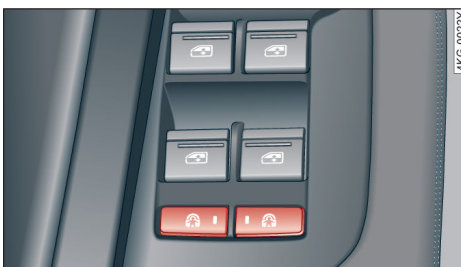

图 36 驾驶员车门：操控元件
- ▶ 要停用/启用左右后车门的儿童保护功能(后窗升降开关和车门内部开启把手)时, 请按驾驶员车门内 ⇨ 图 36 的左右按钮 ⚠️。按钮中的 LED 发亮或熄灭。